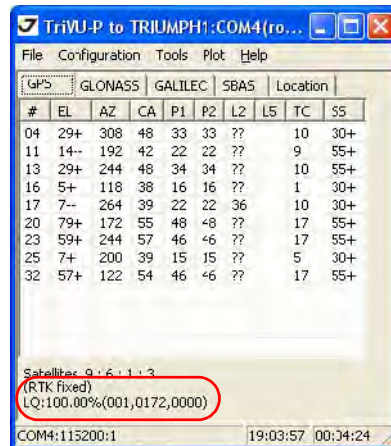

Рисунок 3-15. TriVU. RTK fixed
12. Приемник начнет получать решения RTK Fixed (Рис. 3-15).